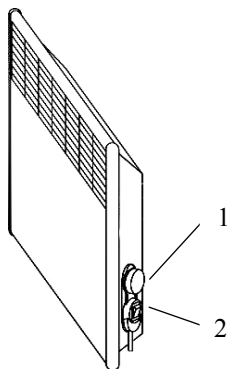
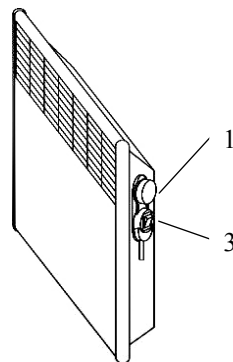

Рис. 5 Розміщення органів керування конвекторів IP20
Рис. 6 Розміщення органів керування конвекторів IP24
4.8 Переведіть клавішу вимикача (клавіші ступінчастого регулятора потужності) у відключене положення «0», ручку термостата встановіть в положення «*» (сполучіть знак «*» на ручці з міткою на корпусі конвектора або блоку керування). Конвектор готовий до роботи (розташування органів керування конвектором наведено на рис. 5, 6).
Включати й експлуатувати конвектор дозволяється тільки в положенні, вказаному на рис.5, рис.6 (повітрязабірною решіткою вниз). При першому включенні конвектора можливий запах від випаровування консерваційних матеріалів. Рекомендується провітрити приміщення.